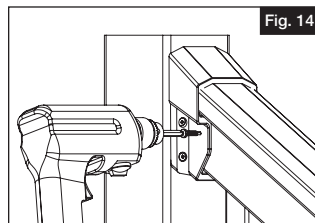

Fig. 14
- Centre el travesaño en el poste. A continuación, con una broca de  $\frac{3}{32}$ ", taladre el primer agujero a través del soporte del travesaño superior, la funda de vinilo del poste y el poste de madera (o el espaciador de plástico del kit de instalación del poste) (Fig. 14).
- b. Taladre uno de los lados (fuera de la instalación de travesaño de escalera) del soporte de travesaño superior con una broca de  $\frac{5}{32}$ ". El agujero debe estar orientado como se muestra (Fig. 14). Introduzca un tornillo de cabeza cuadrada #10 de 1" a través del soporte y el travesaño.